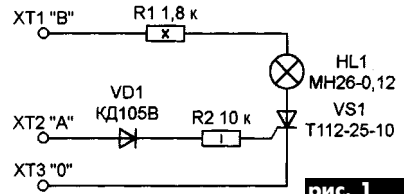
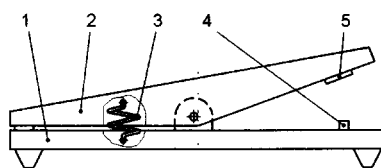

рис. 1
рис. 5
**“Простой фазоуказатель”** Н. Сафонкина (Радио, 9/2002, с.40) позволяет определить порядок следования фаз в трехфазных электросетях с нулевым проводом, с которым соединяют клемму ХТ3 прибора, а клеммы ХТ1 и ХТ2 подключают к двум из трех фазных проводов (рис.1). Если порядок следования фаз соответствует маркировке клемм, то лампа НЛ1 светиться в полный накал. Если фазные провода соединены с прибором в обратном порядке, то лампа светится очень слабо или не светится вообще.
Конструкция педали показана на рис.5, где 2 - ее подвижная часть, 1 - неподвижное основание. Они соединены пружиной 3, противодействующей нажатию. Оптрон 4 (U2 аналогичный U1, см. рис.1) размещен на основании 1. Номинал резис-